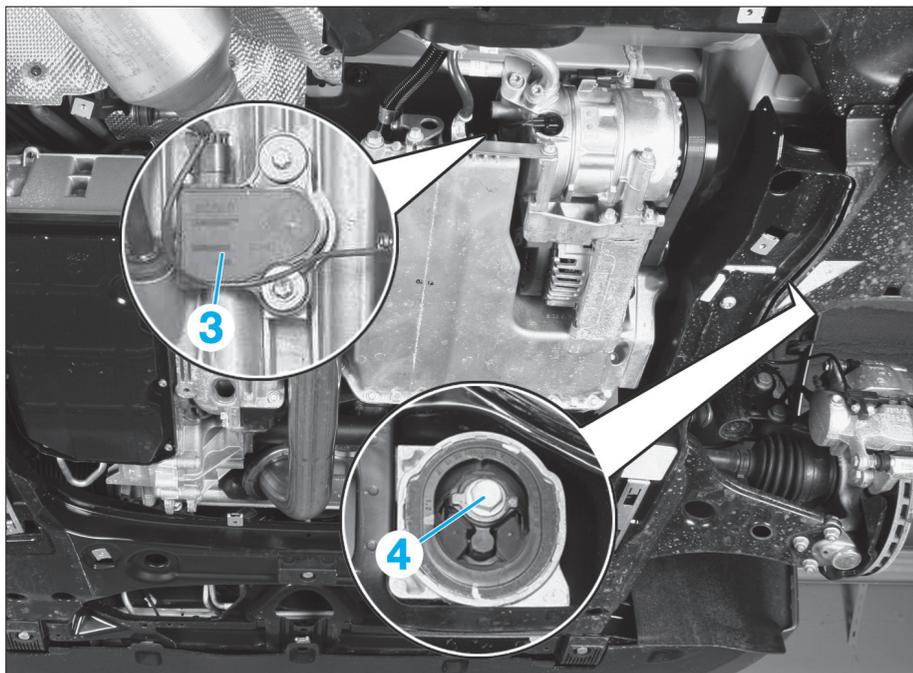

FIG. 31
- Débrancher le capteur de niveau d'huile (3) (Fig.31).
- Déposer la vis (4) du silentbloc.